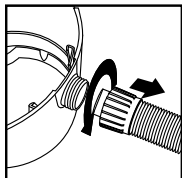

FIGURA 11
21. Desenrosque la tuerca de fijación de la manguera y sáquela de la entrada. **FIGURA 11.**